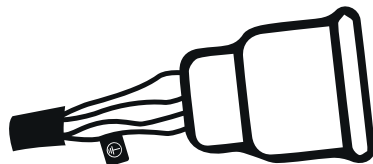

Рисунок 3: Подсоединение Электрической Вилки
- В связи с тем, что на заводах, стройплощадках и в цехах могут быть установлены различные виды розеток для подсоединения к сетевому электроснабжению, сетевой кабель поставляется без вилки. Установка вилки на сетевой кабель должна выполняться квалифицированным электриком в зависимости от имеющейся розетки сетевого электроснабжения (Рисунок 3). Убедитесь, что имеется кабель заземления жёлтого/зелёного цвета.